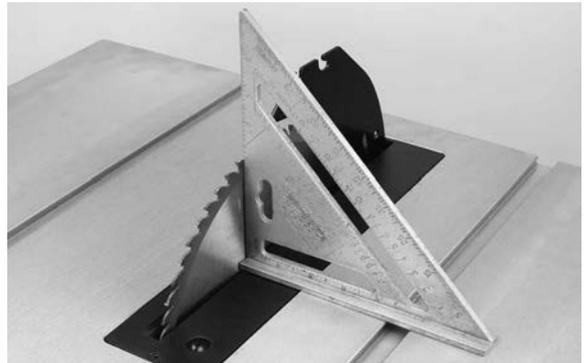

FIGURE 17
2. Placez une équerre sur la table tel que montré à la Fig.17 et vérifiez si la lame est à 90° de la table.